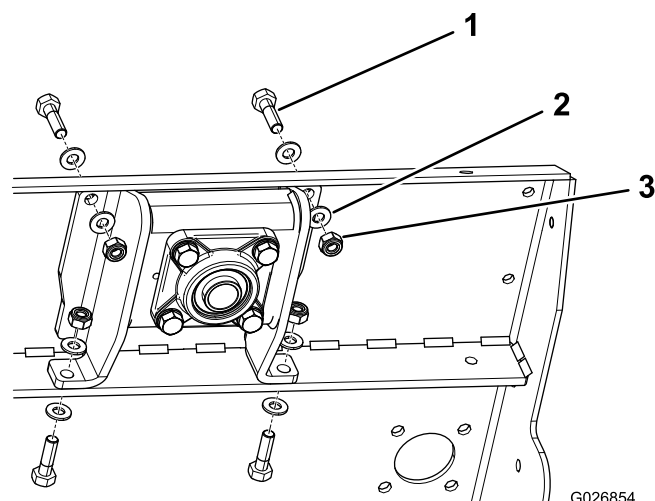

Figure 8
9. Avec 8 boulons (M10 x 35 mm), 8 contre-écrous (M10) et 16 rondelles (M10), fixez les supports sur le cadre (Figure 8).